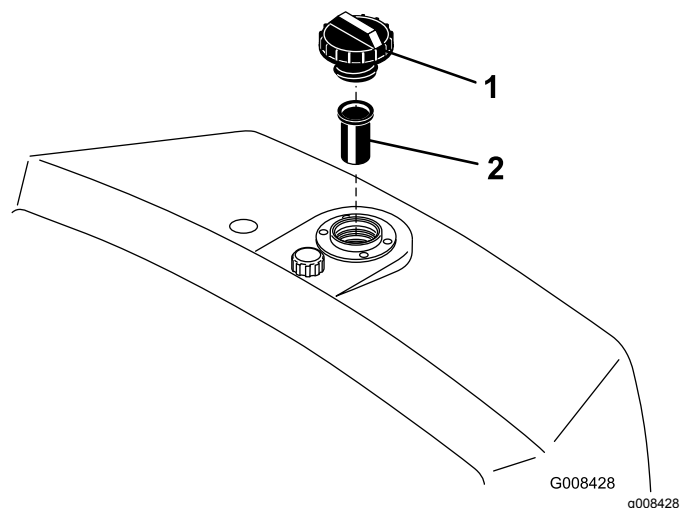

图47
2. 卸下油箱盖并查看液压油油位。油位应达到加油颈滤网的底部 图47